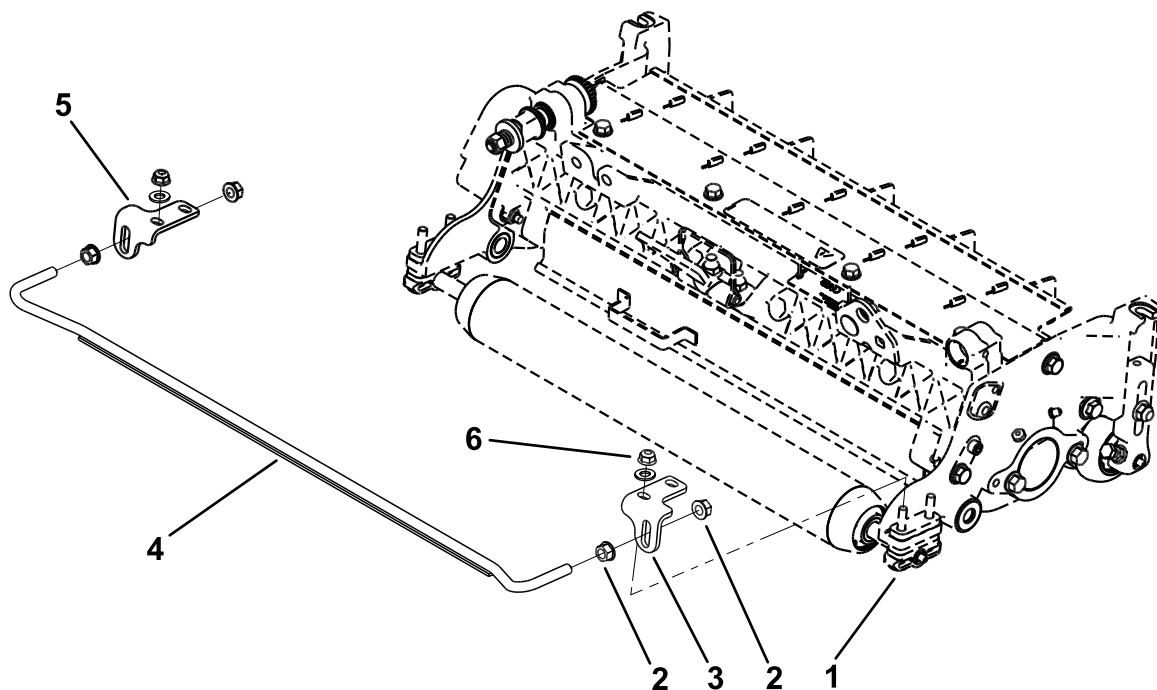

Figura 3
- Monte o suporte do raspador adequado (direito ou esquerdo) em cada suporte do rolo com duas porcas flangeadas (5/16 pol.) e duas anilhas. Coloque os suportes como se mostra na Figura 3. Certifique-se de que o rolo está seguro nos suportes do rolo.
4. Instale uma porca flangeada ($\frac{3}{8}$ pol.) em cada extremidade da barra do raspador como se mostra na Figura 3.
5. Insira a barra do raspador nos suportes do raspador e prenda-o, sem apertar, com duas porcas flangeadas ($\frac{3}{8}$ pol.) como se mostra na Figura 3.